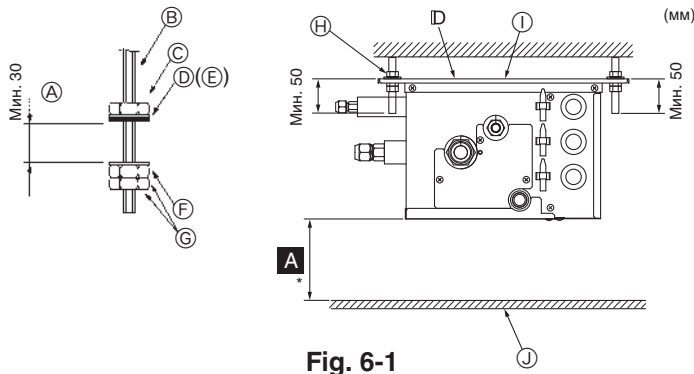

Fig. 6-1
- Наденьте прокладки и гайки (①, ②), приобретаються на месте) на подвесные болты. (Fig. 6-1)